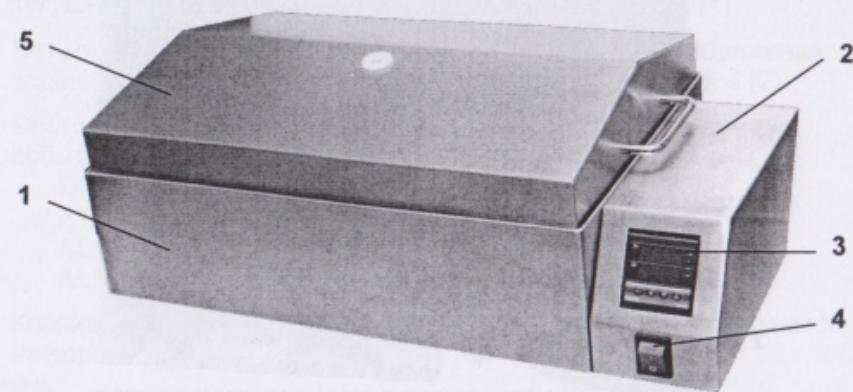
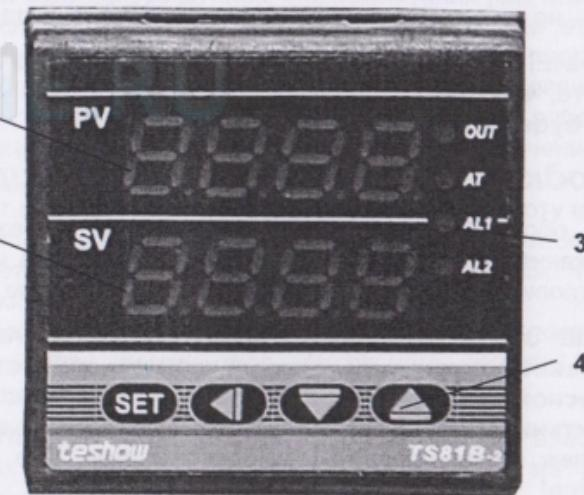

Рис. 1. Баня водяная LOIP LB. Общий вид.
Рис. 5. Баня водяная LOIP LB. Панель управления.
Все модели бани имеют похожую конструкцию и различаются объемом рабочей ванны, а также дополнительными аксессуарами. Общий вид бани (модель LB-163) показан на рис. 1. Баня выполнена в виде единого блока, состоящего из рабочей ванны (1), оборудованной нагревательным
На панели управления бани (см. рис. 5) расположены следующие органы индикации и управления:
– текущая температура в рабочей ванне в определенный момент времени ($^{\circ}\text{C}$). $T_{тек}$ отображается на четырехразрядном дисплее с красными цифрами (поз. 1 на рис. 5).
– заданная температура, которую модуль управления должен поддерживать в рабочей ванне ($^{\circ}\text{C}$). Значение $T_{зад}$ отображается на четырехразрядном дисплее с зелеными цифрами (поз. 2 на рис. 5). Процедура ввода $T_{зад}$ рассмотрена в п. 6.3.
При включении бани выключателем электропитания (см. поз. 4 на рис.1) на зеленом дисплее (поз. 2 на рис. 5) кратковременно отображается максимальное значение заданной температуры – **105 $^{\circ}\text{C}$** , после чего баня переходит в рабочий режим: нагреватель включен, на красном дисплее (поз. 1 на рис. 5) отображается значение температуры в рабочей камере $T_{тек}$, а на зеленом дисплее (поз. 2 на рис. 5) – значение заданной температуры $T_{зад}$.
1. Включите баню при помощи выключателя электропитания (поз. 4 на рис. 1), при этом на индикаторе, после кратковременного сообщения с информацией о максимальной рабочей температуре, появляется текущее значение температуры в рабочей камере (на красном дисплее) и значение заданной температуры, сохраненное в памяти модуля управления (на зеленом дисплее);